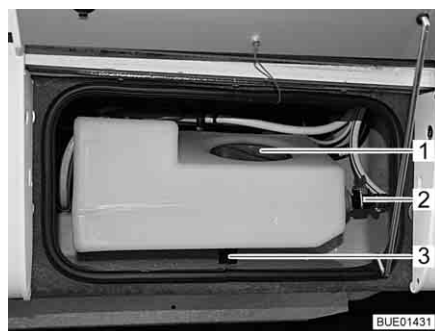
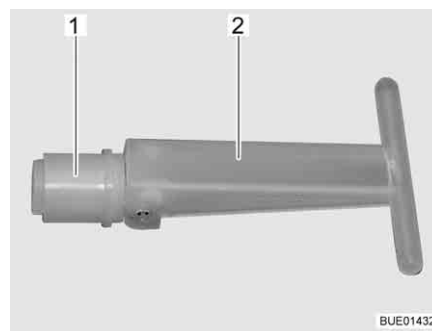

Fig. 199 Réservoir d'eau supplémentaire
Fig. 200 Bouchon de fermeture
Quand le robinet de vidange (Fig. 199,2) est ouvert, la contenance du réservoir d'eau supplémentaire est limitée à env. 30 l ; l'eau en surplus s'écoule. Quand le robinet de vidange est fermé, le volume complet du réservoir est disponible.
Quand on tire sur le bouchon de fermeture (Fig. 200,1) à l'intérieur du réservoir d'eau supplémentaire, l'eau s'écoule par l'orifice d'écoulement (Fig. 199,3). Le bouchon de fermeture est accessible par l'ouverture de service (Fig. 199,1).
- S'assurer que le bouchon de fermeture (Fig. 200,1) est fermé dans le réservoir d'eau supplémentaire (la poignée (Fig. 200,2) est rabattue).
- S'assurer que le robinet de vidange (Fig. 199,2) est fermé.
- Ouvrir l'ouverture de service (Fig. 199,1) dans le réservoir d'eau supplémentaire.
- Placer la poignée (Fig. 200,2) du bouchon de fermeture (Fig. 200,1) à la verticale à travers l'ouverture de service et retirer le bouchon.
- Ouvrir le robinet de vidange (Fig. 199,2) sur le réservoir d'eau supplémentaire.